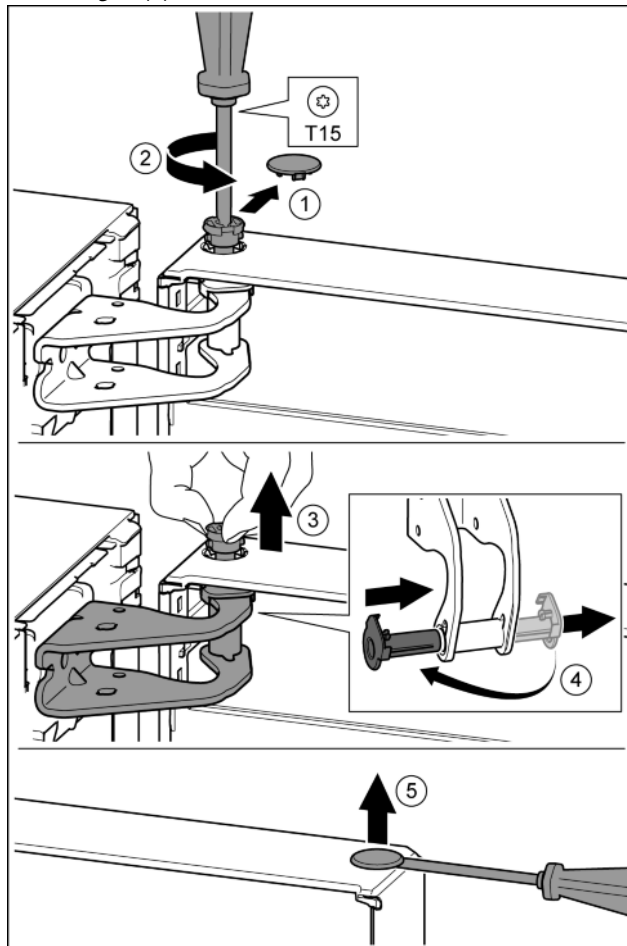

Fig. 10
- Oprezno skinite sigurnosni pokrov. Fig. 10 (1)
- Odvijačem T15 malo odvijte svornjak. Fig. 10 (2)
- Čvrsto držite vrata i prstima izvucite svornjak. Fig. 10 (3)
- Izvucite čahuru ležaja iz vodilice. Umetnite s druge strane i pustite da uskoči. Fig. 10 (4)
- Odvijačem s ravnom glavom oprežno podignite čep iz čahure ležaja vrata i izvucite ga. Fig. 10 (5)